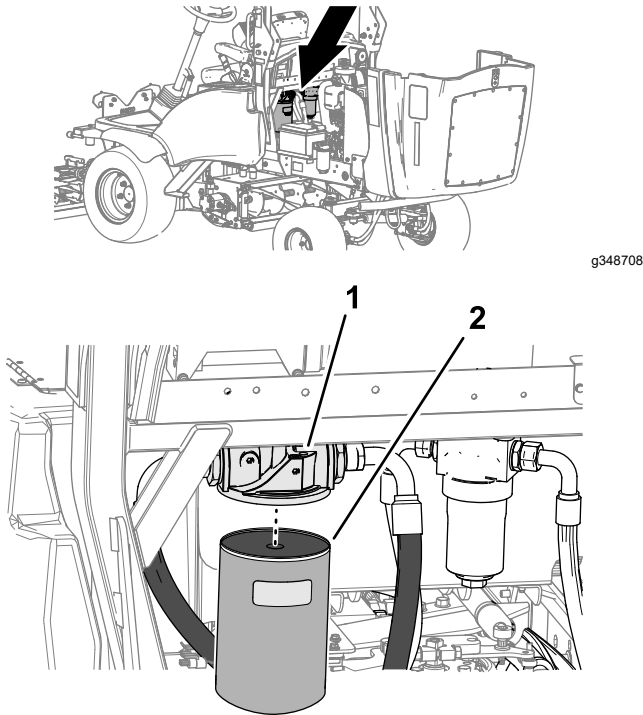

Figura 85
3. En el lado izquierdo de la máquina, limpie la zona alrededor de la cabeza del filtro y coloque un recipiente debajo del filtro (Figura 85).
4. Retire el filtro de retorno (Figura 85).
6. Monte el filtro en la cabeza del filtro y apriételo a mano hasta que la junta entre en contacto con la superficie de montaje, luego gírelo media vuelta más (Figura 85).